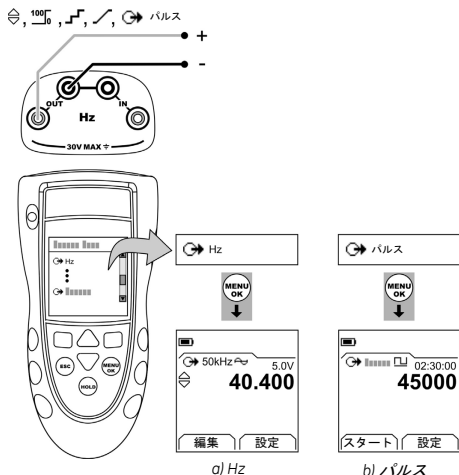

図 2：構成例- 周波数信号またはパルスを供給します。
1. 本計器を接続し(図 2)、必要に応じてセットアップ(表 1)を行います。